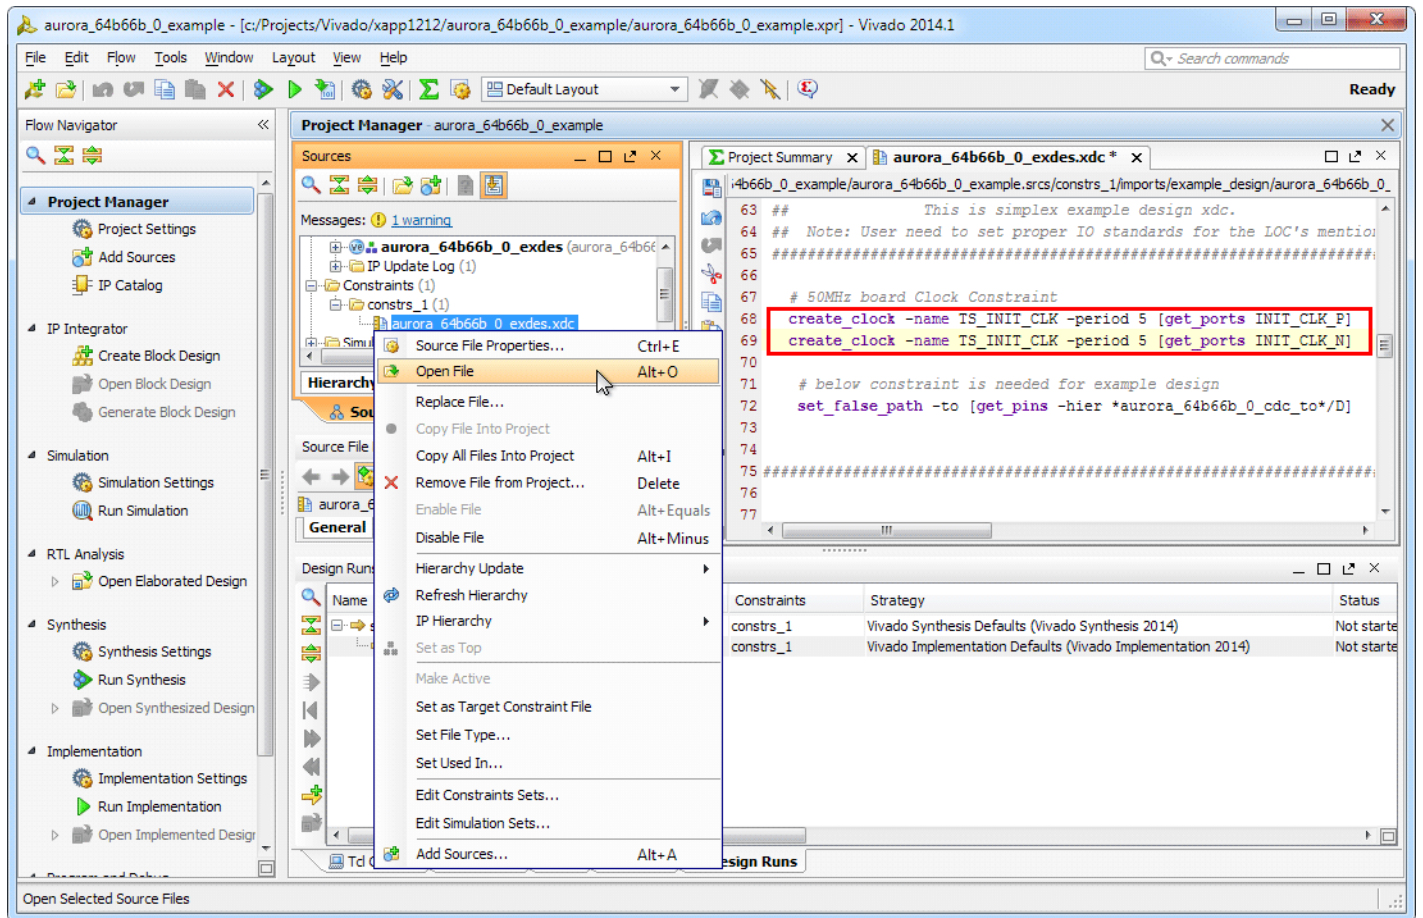

図 11：制約ファイルを開く
3. 新しく開いた Vivado IDE ウィンドウの [Project Manager] の [Sources] ビューで [Constraints] を展開します。制約ファイル (aurora\_64b66b\_0\_exdes.xdc) を右クリックして、[Open file] をクリックします (図 11)。
4. 50MHz のボード クロックに関する 2 つの制約を検索します (図 11 参照)。